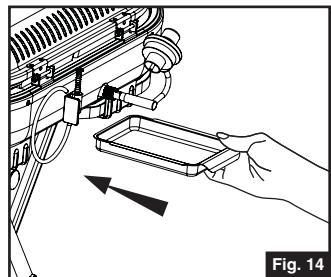

Fig. 14
- Installez le plateau ramasse-gouttes sous la partie inférieure arrière du gril. (Fig. 14)